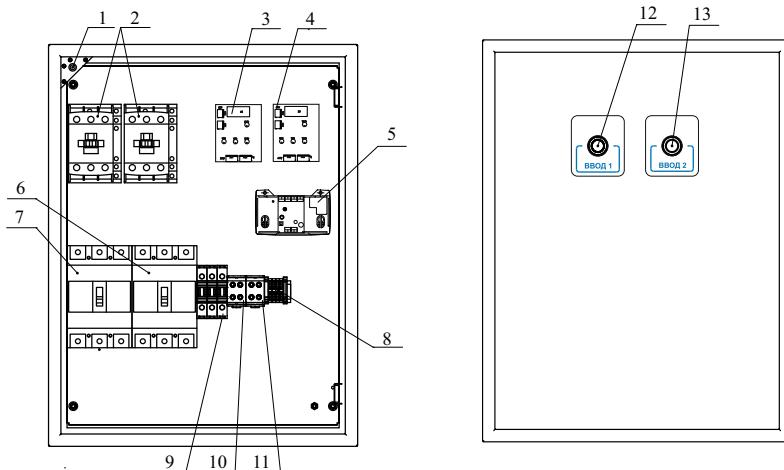

Рисунок 1
5.2 ШУ конструктивно выполнен в прямоугольном металлическом корпусе (рисунок 1), внутри которого размещены: